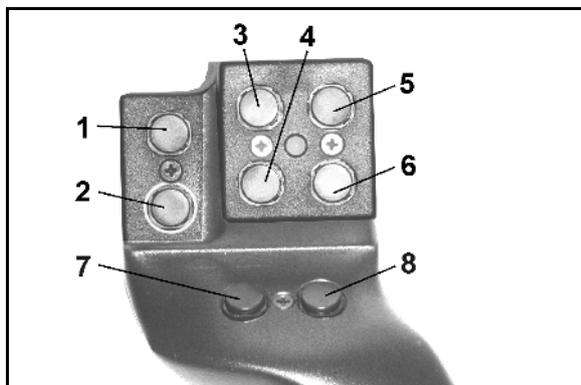
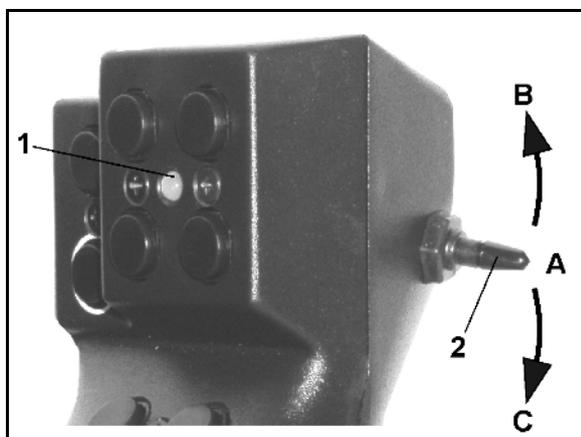

Fig. 42
Fig. 43
Para manejar el **AMATRON 3**, el joystick multifuncional (Fig. 42) tiene 8 teclas (1 - 8) disponibles. Además, mediante el interruptor (Fig. 43/2) la ocupación de las teclas se puede cambiar en 3 sentidos.
- Posición central (Fig. 43/A) y se puede accionar hacia
- arriba (Fig. 43/B)) o
- abajo (Fig. 43/C).
La posición del interruptor se muestra mediante una luz LED (Fig. 43/1).